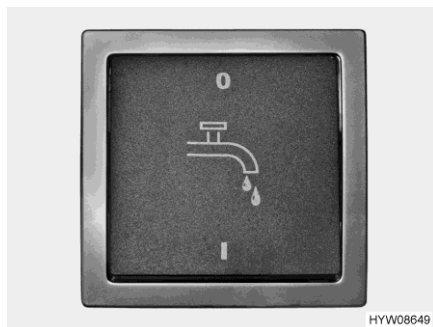

Fig. 188 Interruptor (bomba de agua)
- ▷ Antes de poder utilizar la grifería para agua, deberá estar conectada la alimentación de 12 V en el panel y la bomba de agua en el interruptor (Fig. 188). De lo contrario la bomba de agua no funciona.